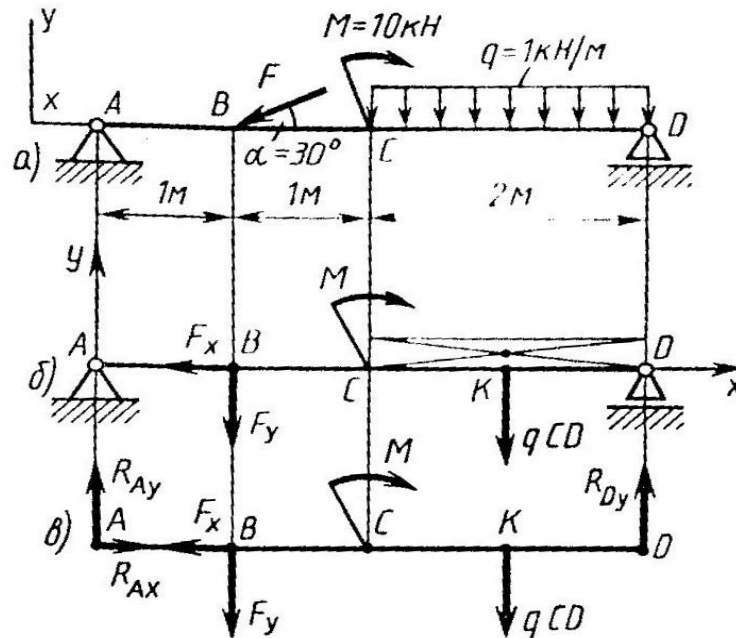

Рисунок 8
Определить реакции опор балки (рис. 8,а).
1. Изобразим балку с действующими на неё нагрузками (рис. 8,а).
Равнодействующая $q \cdot CD$ равномерно распределенной нагрузки, приложенная в точке пересечения диагоналей прямоугольника (рис. 8,б), переносится по линии своего действия в середину участка CD , в точку K
4. Освобождаем балку от опор, заменив их опорными реакциями (рисунок 8, в).